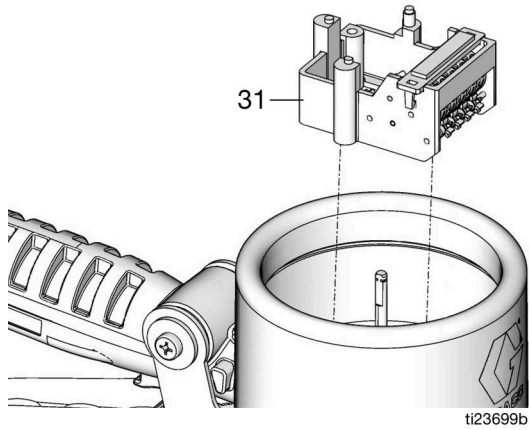

FIG. 19
7. Retire todo el conjunto del contador (31) (FIG. 19).